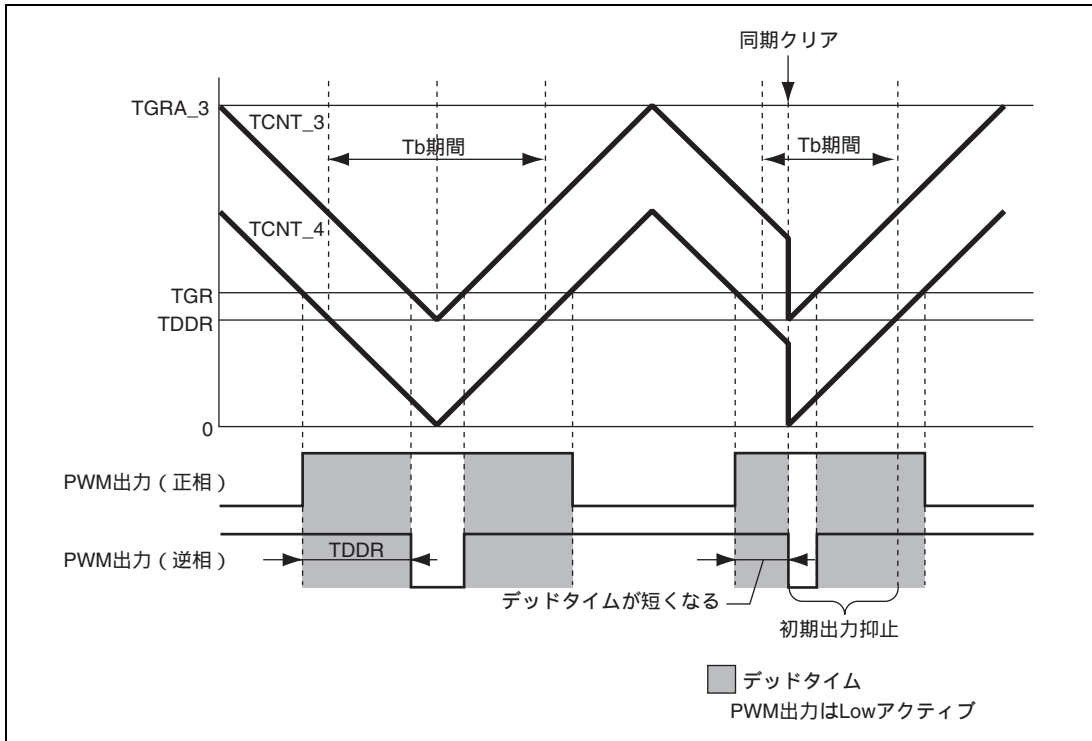

図 11.113 条件(1)の同期クリア例
条件(1) 初期出力の抑止期間 にて、PWM 出力がデッドタイム期間中に、同期クリアする(図 11.113)。